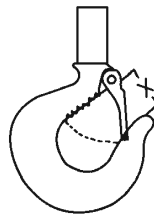

Figure 3 -
- c. Inspeccione gancho una vez al día para rajado, desgastado o se propague. Reemplace los ganchos que muestran alguno de estos síntomas. Si las aberturas de garganta han ancho que el incremento máximo del 15% permitido que aparece en la Fig. 3, los ganchos han soportado sobrecargas y debe ser reemplazado. Cualquier gancho que esté doblado o torcido más de 10 grados desde el plano de un gancho normal debe ser reemplazado (ver Fig. 3).